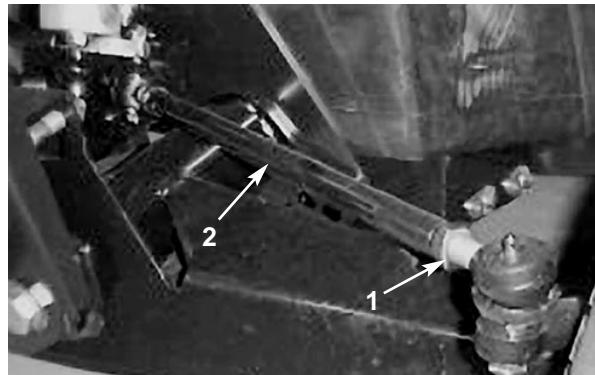

Figure 30
2. Pour effectuer le réglage, desserrez les écrous de blocage à chaque extrémité des biellettes (Fig. 30).